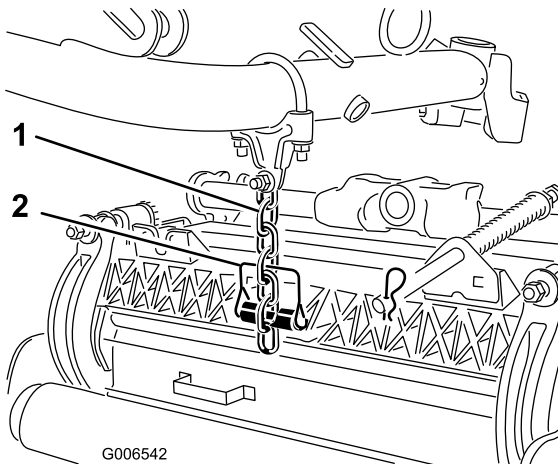

図 18
7. スナッパピンを使って、昇降アームのチェーンをカッティングユニットのチェーンブラケット 図 18 に、以下の手順で固定する。